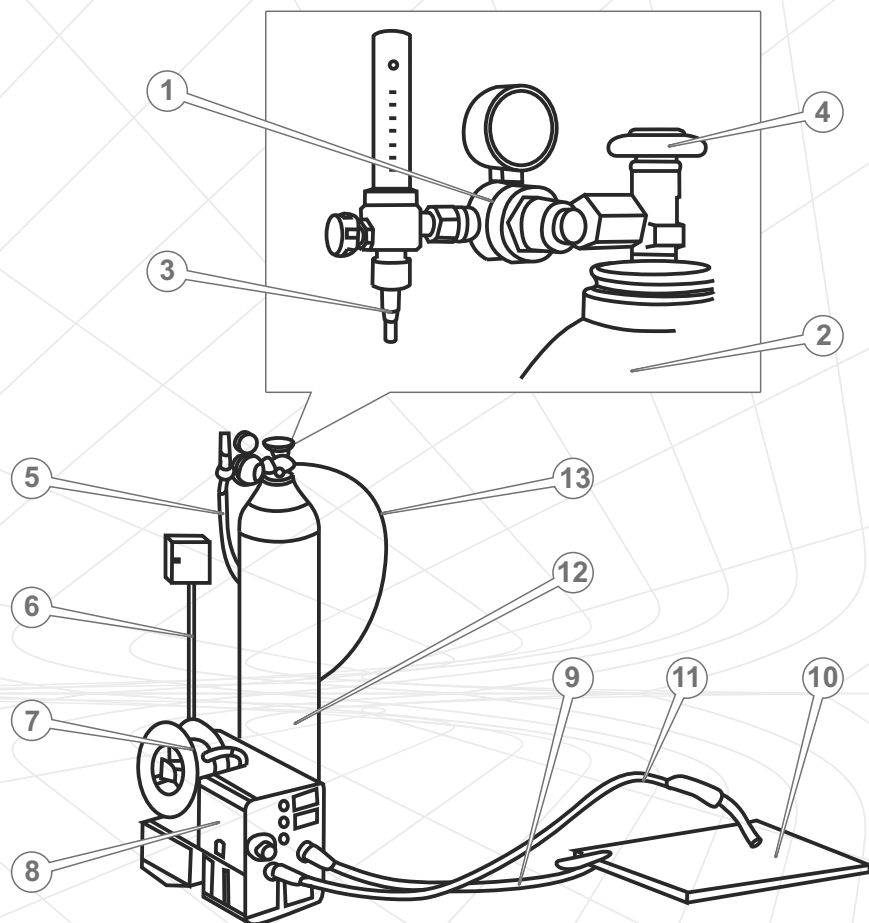

Рисунок 8
8. Подсоедините редуктор к баллону с защитным газом и надежно затяните гайку (см. рис. 8).
9. Подсоедините газовый шланг к штуцеру редуктора и надежно закрепите хомутом (поставляется вместе с редуктором) (см. рис. 8).
10. Подсоедините газовый шланг к штуцеру «ВВОД ГАЗА» сварочного аппарата и надежно закрепите хомутом (поставляется вместе с редуктором) (см. рис. 8).
14. Откройте клапан баллона с защитным газом, повернув вентиль против хода часовой стрелки (см. рис. 8). Оптимальный расход защитных газов составляет 0,85-1,00 м³/ч при давлении 0,138-0,207 МПа.